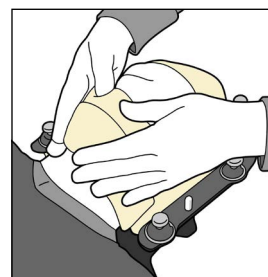

Fig. 14
6. Forma masken runt patientens ansikte med hjälp av händerna och fingrarna så att masken formas efter patientens konturer tills den stelnar. (Fig. 14)